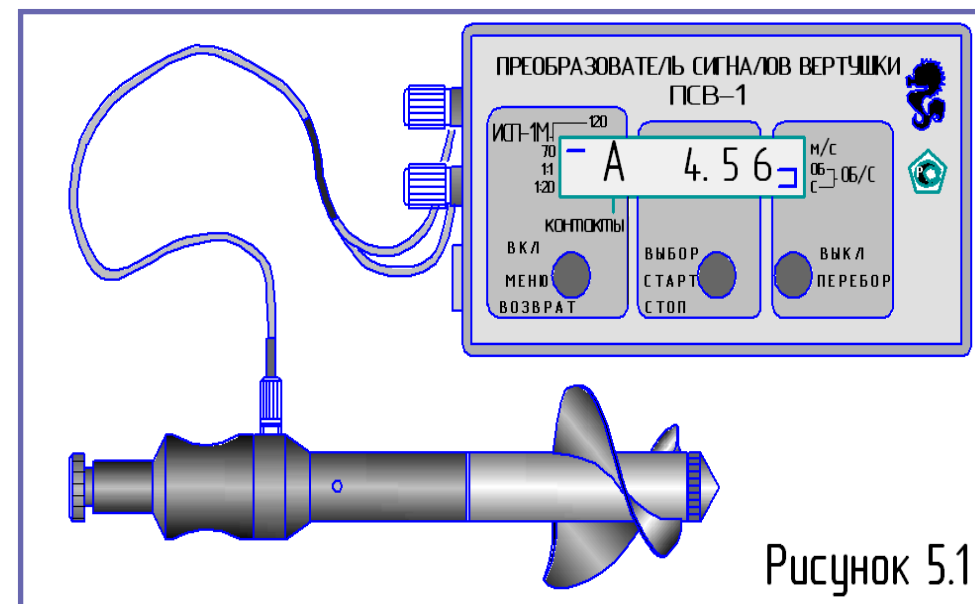

Рисунок 5.1
5.1. Принцип работы измерителя (рисунок 5.1) основан на вращении лопастного винта вертушки 1 под действием набегающего водного потока. Каждый лопастной винт имеет определенную функциональную зависимость между измеряемой скоростью водного потока и собственной скоростью вращения, то есть градуировочную характеристику.